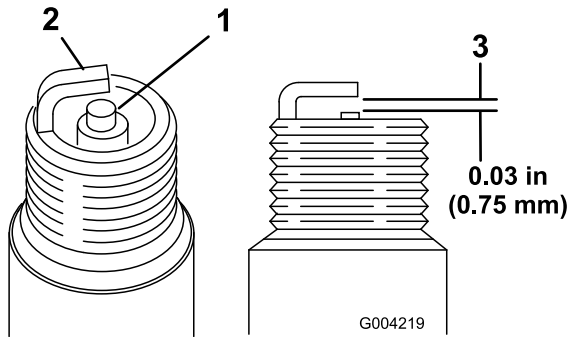

Bild 50
1. Sehen Sie sich die Mitte der Zündkerzen an (Bild 50). Wenn der Kerzenstein hellbraun oder grau ist, ist
2. Prüfen Sie den Abstand zwischen den mittleren und seitlichen Elektroden (Bild 50).
3. Verbiegen Sie die seitliche Elektrode (Bild 50), wenn der Abstand nicht stimmt.